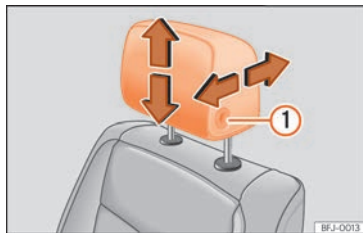

Abb. 94 Vordersitz: Kopfstützeeneinstellung.
- Schieben Sie die Kopfstützen in die entsprechende Pfeilrichtung nach unten oder oben. Um die vorderen Kopfstützen nach oben oder nach unten zu schieben, muss die Taste >>> (Abb. 94) ① gedrückt werden; bei den hinteren Kopfstüt-
- Schieben Sie die Kopfstütze bei gedrückter Taste >>> (Abb. 94) ① in der entsprechenden Pfeilrichtung nach vorn oder hinten.